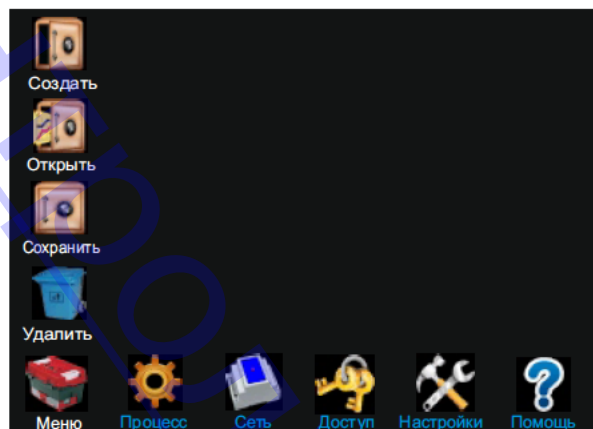

Рис. 2. Основное меню
6.4 Для входа в основное меню нажмите на пиктограмму "Меню", после чего экран приобретет вид, изображенный на Рис.2.
7.3.2 В основном меню контроллера нажмите на пиктограмму "Создать" (Рис. 2), после чего рядом с ней появится пиктограмма "Схема", после выбора которой открывается окно программирования, состоящее из поля программирования с обозначенными местами установки функциональных блоков и нескольких обслуживающих пиктограмм: **Схема**, **Страница**, **Группа** (Рис. 7).